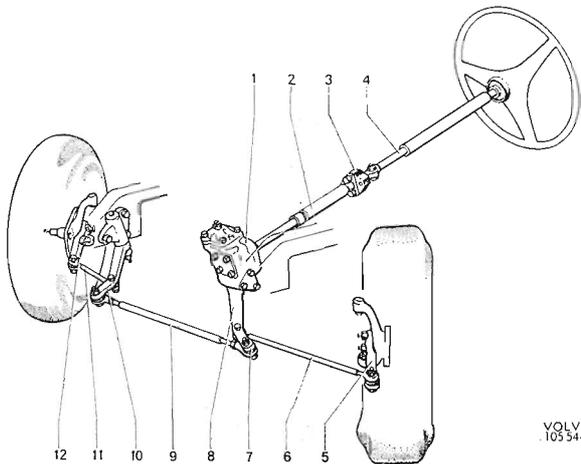
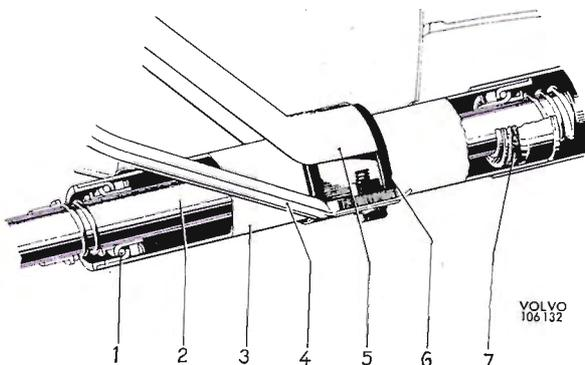
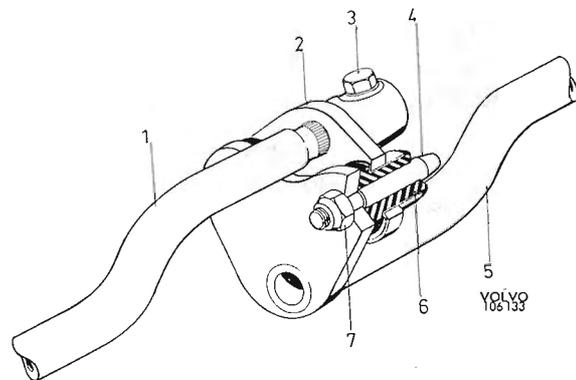

Abb. 33 Lenkvorrichtung
Abb. 34 Lenkspindellagerung, 120
Abb. 35 Sicherheits-Lenkspindel, 120
Die Konstruktion der Lenkvorrichtung geht aus Abb. 33 hervor. Die Lenkradbewegungen werden auf die Räder über obere und untere Lenkspindel (4 und 2), Lenkgetriebe (1), Lenkstockhebel (8), Spurstange (9), Lenkstangen (6 und 11) sowie
Die Lenkspindel ist geteilt. Die obere Lenkspindel ist zwischen zwei Kugellagern in einem Mantelrohr gelagert, das mit gummiausgebuchsten Schellen und über Stützen an der Karosserie befestigt ist, s. Abb. 34. Ein Gummigelenk zwischen der oberen und der unteren Lenkspindel dämpft evtl. Schwingungen. In Fahrzeugen spät. Ausf. verbindet ein Mitnehmer vom Sicherheitstyp die obere und untere Lenkspindel. Bei einem evtl. Frontalzusammenstoß, der die Karosseriefrent eindrückt, wird der Mitnehmer der unteren Lenkspindel abgerissen und in der Knautschrichtung weitergeschoben. Die obere Lenkspindel dagegen behält ihre Lage, wodurch die Gefahr, daß das Lenkrad tiefer in die Fahrgastzelle eindringt, ausgeschlossen wird. Die Sicherheitsvorrichtung besteht bei 120 aus zwei Mitnehmern (Abb. 35), die von Gummibuchsen zusammengehalten werden. Bei 1800 besteht die Sicherheitsvorrichtung aus einer stoßaufnehmenden Schiebemuffe mit Ringmutter (2, Abb. 33).
Die Kugelköpfe des Lenkgestänges sind kunststoffgefüttert und daher wartungsfrei. Die Spurstange (9, Abb. 33) hat an den Enden austauschbare Kugelgelenke (Spurstangenköpfe), während bei den Lenkstangen (6 und 11) Gelenk und Stange in einem Stück gefertigt sind. Die Lenkhebel (5 und 12) sind an den Achsschenkeln festgeschraubt.
Die Abb. 34, 43 und 44 zeigen Beispiele der in diesen Fahrzeugen gebräuchlichen Lenkspindel-lagerungen.